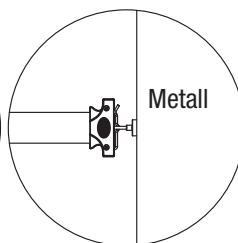

Bild 2
2. Mithilfe des entsprechenden Magneten kann das Band an einer Metallwand befestigt werden. (Bild 2)